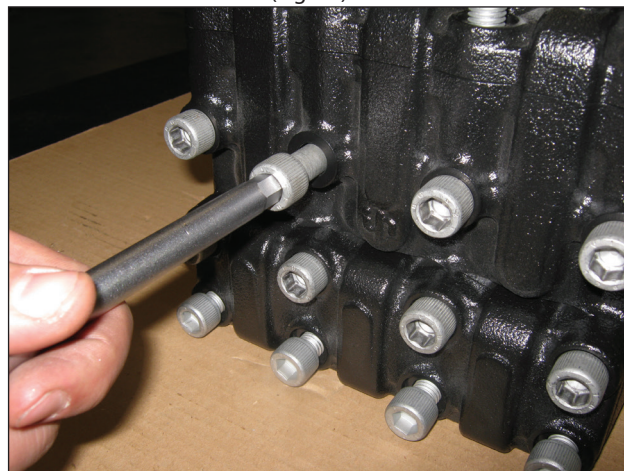

Fig. 24
A) Solte os parafusos de fixação do cabeçote M12x130, conforme indicado na (Fig. 24).